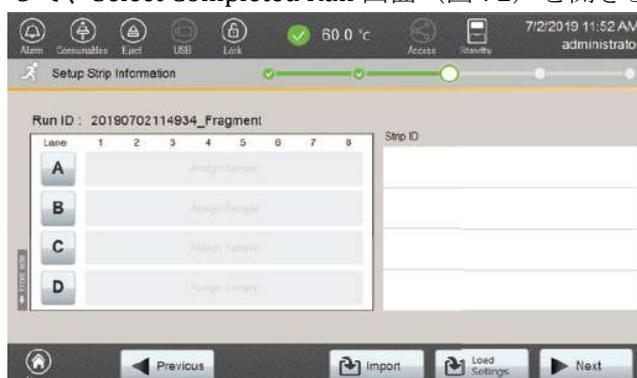
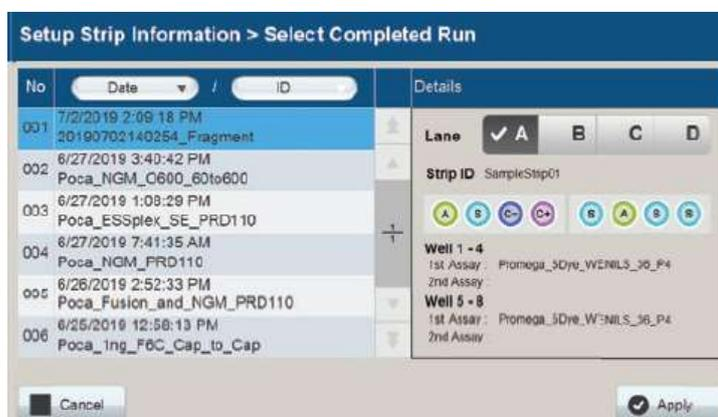

図 71 Setup Strip Information 画面
図 72 Select Completed Run 画面
1. Setup Strip Information 画面（図 71）の下にある **Load Settings** を選択して、Select Completed Run 画面（図 72）を開きます。
2. 画面左側のリスト（図 72）から希望するランを選び、**Apply** を選択します。これにより、選択したランの情報が表示された Setup Strip Information 画面に戻ります。
- b. セクション 5.3 で作成した Run ID が、図 72 の完了したランのリストから選択したものと異なることを確認してください。
4. Setup Strip Information 画面の **Next** を押してください。(図 71)
5. Setup Strip Information 画面 (図 71) の **Next** を選択します。
7. Setup Strip Information 画面の **Next** を選択します。(図 71)